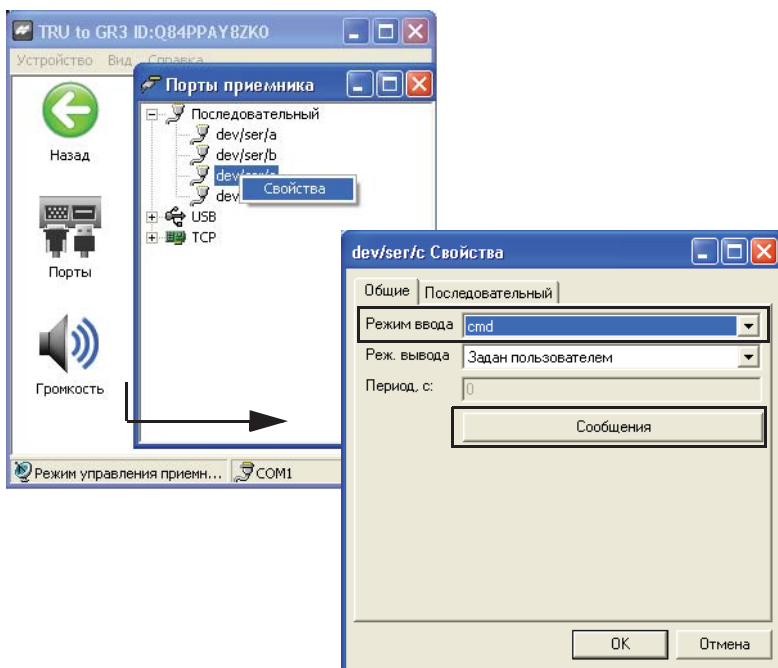

Рис. 3-23. RTK формат ввода
- Для выбора режима RTK для базового приемника выберите значок **Порты**, в появившемся окне **Порты приемника** нажмите **Последовательный** и выберите порт **dev/ser/c**, нажмите правую кнопку мыши и **выберите Свойства**. В диалоговом окне **dev/ser/c Свойства** в поле **Режим ввода** выберите **cmd** (Рис. 3-23) и нажмите **Сообщения**.